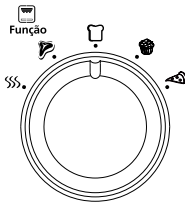

Figura 2
4. **Botão para selecionar a função** - Gire o botão para selecionar a função desejada. (Veja a Figura 2)